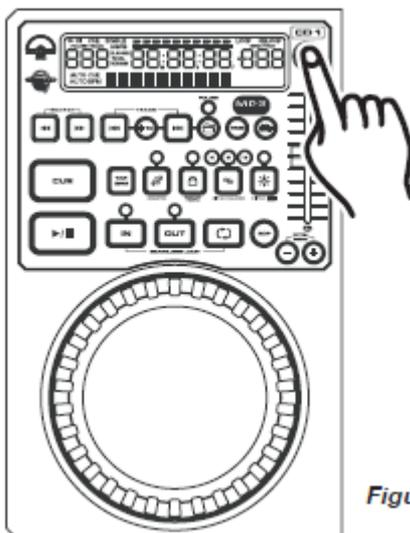

Figure 7
Le CK 1000 MP3 ne peut lire que les CD de 8 et 12 cm. Lors du chargement d'un CD dans le tiroir d'accueil, tenez toujours le CD par sa tranche. Chargez le disque avec l'étiquette vers le haut, ne touchez jamais la surface de signal (le côté brillant). Pour retirer le disque du tiroir, appuyez sur le BOUTON D'ÉJECTION (1), voir Figure 7.
Figure 7 : Appuyez sur le bouton Éjecter pour charger et éjecter un disque. Lors du chargement d'un disque, tenez-le toujours pas sa tranche et chargez-le avec son étiquette vers le haut.